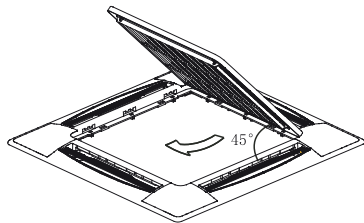

Рисунок 4-11
- 2) Поверните решетку на угол 45 градусов и снимите ее. (См. рис. 4-11).